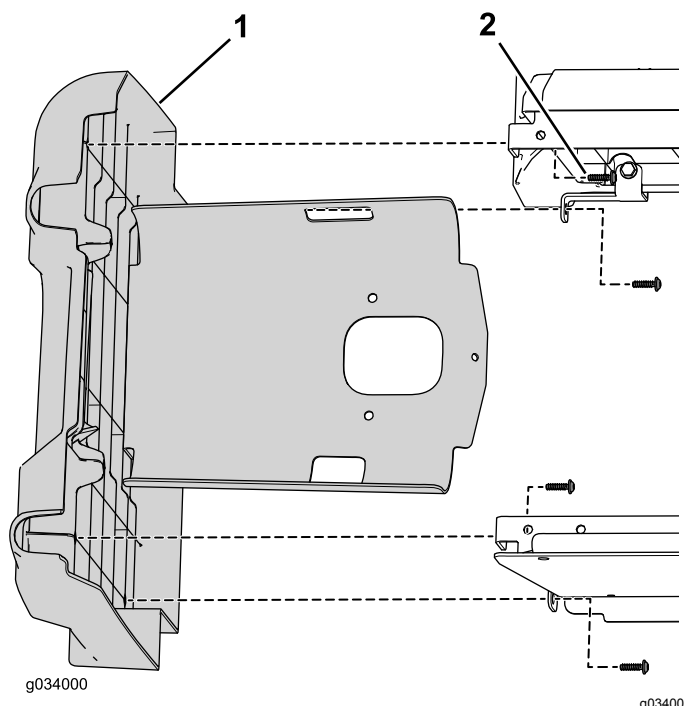

Figura 6
6. Retire os quatro parafusos que fixam o painel esquerdo ao conjunto do banco inferior (Figura 6).
4. Prenda o painel do lado esquerdo utilizando os quatro parafusos previamente removidos (Figura 6).